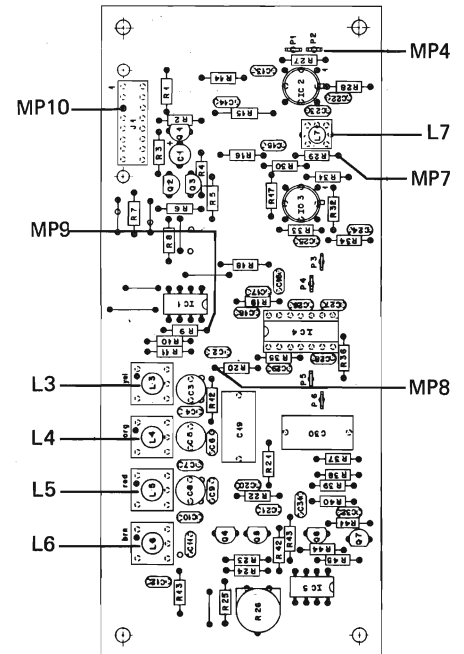

Fig. 4.5
- HF-Voltmeter an Messpunkt MP7 (R29, IC3 Pin 1, 1.726.750, Fig. 4.5) anschliessen und L7 auf maximale Spannung einstellen (ca. 400mV).
- NF-Voltmeter an Messpunkt MP9 (J1 Pin 2, 1.726.750, Fig. 4.5) anschliessen.
- Geraet ausschalten und IC 4 vorsichtig aus dem Sockel ziehen. Den Generator und den Frequenz-Zaeher an MP8 (R20) anschliessen (Fig. 4.5).